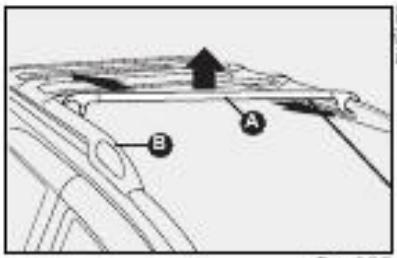

fig. 108
- 2) Posicionar as barras transversais A-fig. 108 nas barras longitudinais instaladas no teto do veículo, encaixando as extremidades das abraçadeiras e fazendo coincidir a numeração estampada nas mesmas com a que está estampada nas sedes das barras longitudinais B-fig. 108 (exemplo: a barra transversal marcada com o número 1 deve ser instalada nas sedes número 1).